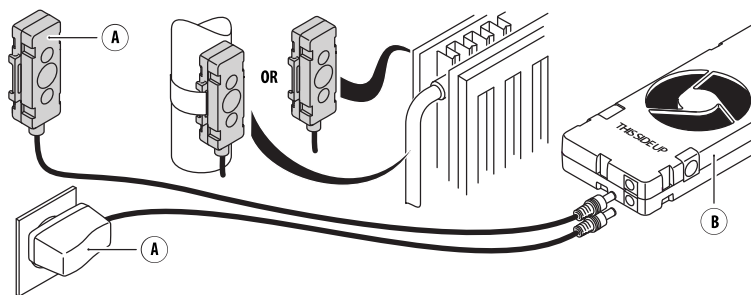

Fig. 3: Conexión del adaptador de alimentación (A1) y del sensor de temperatura (A2).
- Fije el **sensor de temperatura** (A2) con sus imanes (a2, a3) en la parte posterior del radiador, cerca de la tubería de suministro de agua caliente, o en la propia tubería (véase fig. 3).
5. Conecte el **adaptador de alimentación** (A1) al **conector hembra** restante (b1 o b2) y a la toma de corriente (véase fig. 3).